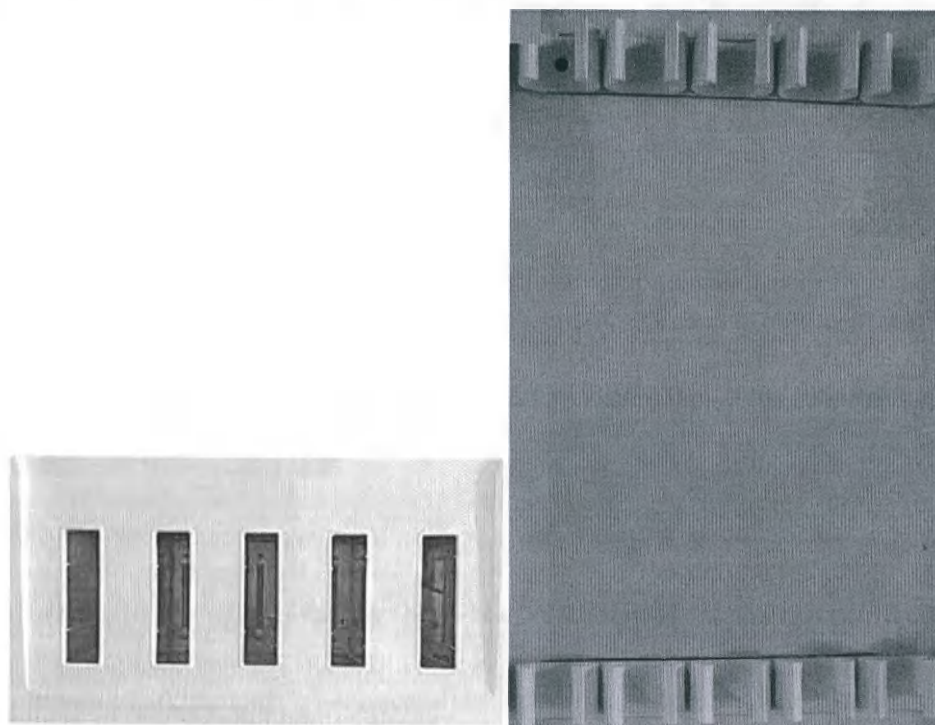

Рисунок 7.1 – Разъемы и клипсы-держатели
1. Вставьте разъем датчика в соответствующий порт (см. Рисунок 7.1, слева).
3. Уложите кабель в специально предназначенные для этого крепления (клипсы) (см. Рисунок 7.1, справа).